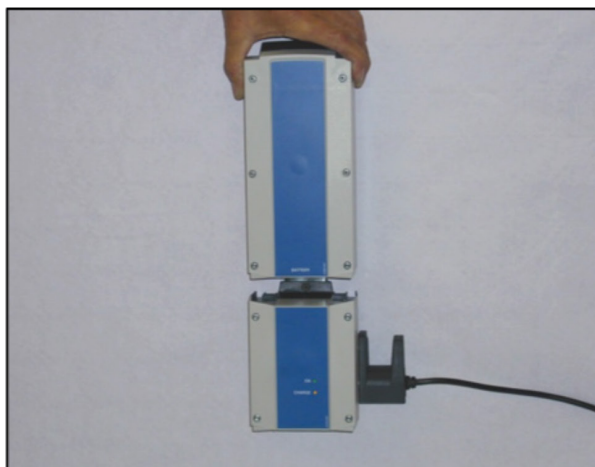
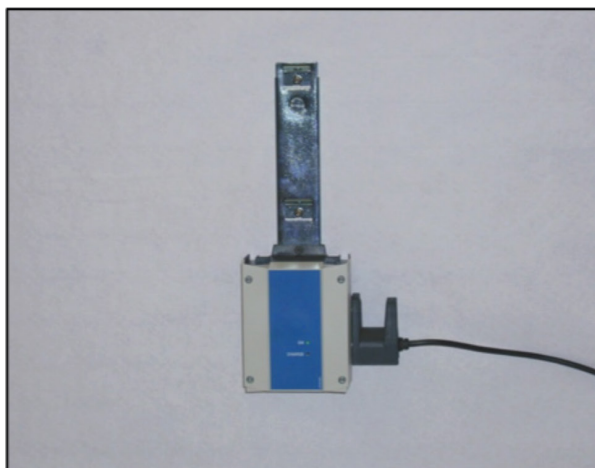

Fig. 1
Fig. 2
- b. Plaats de accu in de acculader (fig. 1). Tijdens het opladen van de accu wordt het lampje geel. Wanneer het opladen is voltooid, wordt het lampje groen. De externe acculader kan optioneel aan de muur worden vastgeboord (fig. 2).